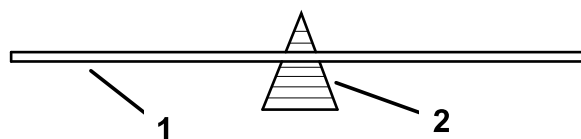

Figura 39
2. Si la cuchilla es recta, verifique su equilibrio colocándola sobre un equilibrador de cuchillas (Figura 39).